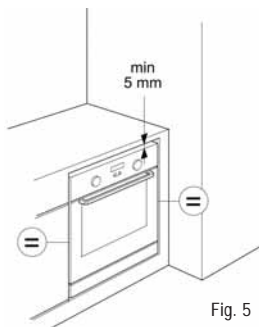

Fig. 5
- Installez le four en veillant à ce que les parois du four n'entrent pas directement en contact avec les parois du meuble. (Fig. 5).
- Pour les fours installés sous un plan de travail, un espace de 5 mm au moins est requis entre le bord supérieur du four et le bord inférieur du plan de travail (Fig. 5). **Veillez à ne jamais obstruer cet espace pour ne pas nuire au bon fonctionnement de l'appareil.**